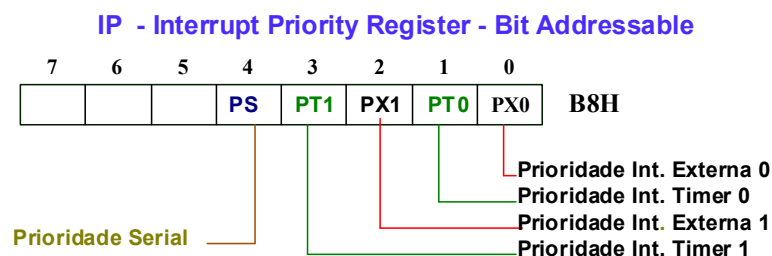

Figura 19 – Registrador *Interrupt Priority* (IP). Deve-se colocar o flip-flop em '1' para aumentar o nível de prioridade da fonte de interrupção correspondente.
Contudo, a ordem de prioridade de atendimento das interrupções apresentadas na Tabela 10 pode ser inadequada em um dado projeto. O registrador *Interrupt Priority* (IP) apresentado na Figura 19 permite alterar a prioridade default de atendimento das interrupções (todas elas possuem nível de prioridade 0 quando o 8051 é resetado). Ao setar um dos flip-flops, a interrupção correspondente passa a ter maior prioridade de atendimento (nível de prioridade 1). Se dois flip-flops estiverem setados no registrador IP, as interrupções correspondentes têm maior prioridade (nível de prioridade 1) que as de prioridade 0; entre as interrupções de nível de prioridade 1, a maior prioridade de atendimento obedece a ordem da Tabela 10. Por exemplo, caso os flip-flops PX1 e PT1 do registrador IP estejam setados (os demais flip-flops em '0') e todas as interrupções estejam habilitadas, a simultânea solicitação de todas as interrupções terá como ordem de execução dos tratadores: Externa 1, Timer 1, Externa 0, Timer 0, Serial.